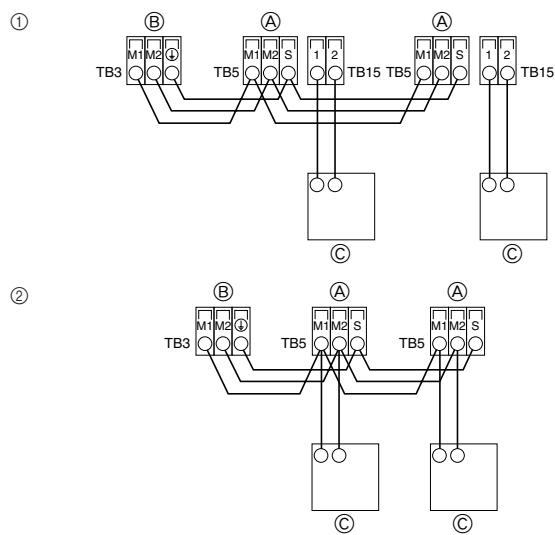

Fig. 4-2
4.2. Uzaktan kumanda ünitesi, iç ve dış iletişim kablolarının bağlanması (Fig. 4-2)
- ① MA Uzaktan kumanda ünitesi
- ② M-NET Uzaktan kumanda ünitesi